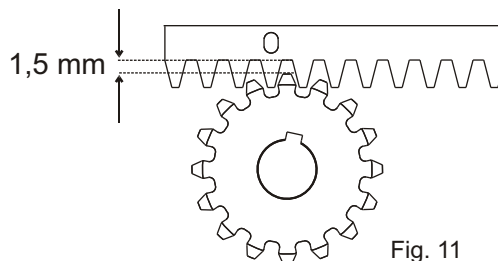

Fig. 11
5.6. Toute la crémaillère doit être élevée de 1,5 mm pour éviter que le poids du portail repose sur le pignon (Fig. 11);